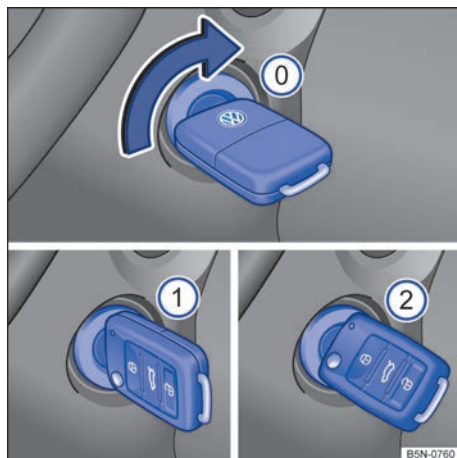

Fig. 86 Ao lado do volante, à direita: posições da chave do veículo no cilindro da ignição.
Posições da chave do veículo → Fig. 86
3.	Girar a chave do veículo na ignição para a posição → Fig. 86  para dar partida no motor – não acelerar.
5.	Girar a chave do veículo no cilindro da ignição para a posição → Fig. 86 0 .